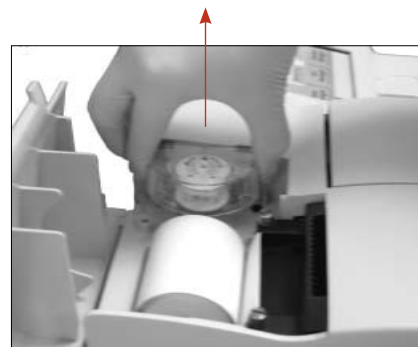

Abbildung I-2: Entfernen der Pumpenpatrone
2. Entfernen Sie die Pumpe, indem Sie das Gehäuse fest ergreifen und nach oben ziehen (Abbildung I-2).